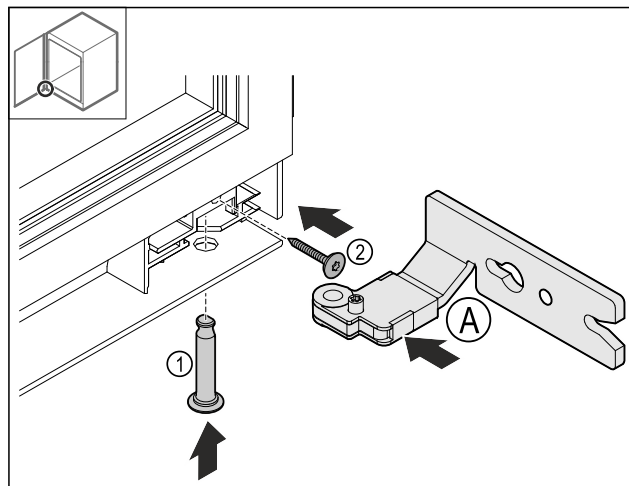

Fig. 27
- Introduceți balamaua inferioară Fig. 27 (A).
- Introduceți bolțul Fig. 27 (1) și țineți-l ferm.
- Strângeți ferm șurubul Fig. 27 (2).